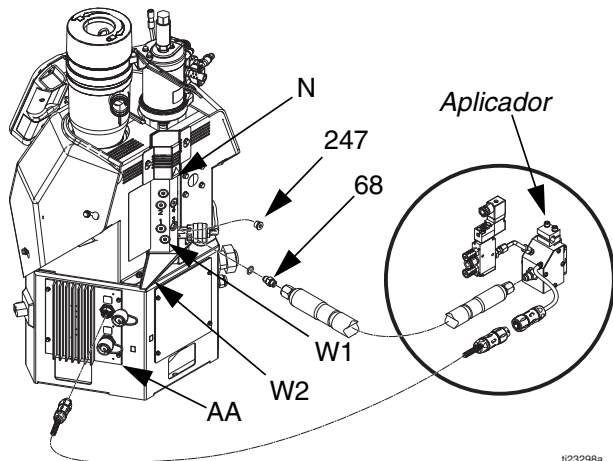

FIG. 11
14. Instale las mangueras térmicas, consulte la FIG. 11:
- Coloque un paño en la bandeja de drenaje (W2) conectada al fundidor. Puede haber quedado aceite residual de la fábrica en el sistema. Consulte FIG. 11.
- Use una llave Allen de 1/4 pulg. para retirar el tapón del puerto de drenaje (W1). Consulte FIG. 11.
- Cuando el fluido deje de drenar, vuelva a colocar el tapón del puerto de drenaje (W1) y luego retire el paño. Consulte FIG. 11.
- Retire el tapón (247) de la salida de menor número en el fundidor. No use el tapón de drenaje (W1). Consulte FIG. 11.
NOTA: En el paso siguiente, el lado de la junta tórica del racor hidráulico (68) apunta hacia el sistema. Consulte FIG. 11.
- Instale el racor hidráulico suministrado (68) con una junta tórica en el puerto abierto y ajuste con una llave o tubo de 11/16 pulg.
- Instale la manguera en el racor hidráulico (68) con el lado macho del conector eléctrico hacia el sistema. Use la llave de 11/16 pulg. para ajustar la manguera en el racor hidráulico (68).
- Ubique el conector del MZLP (AA) marcado con el mismo número que el puerto de salida del fluido de la manguera. Retire la cubierta de ese conector y luego coloque el conector de la manguera calentada. Consulte FIG. 11.
15. Instale el (los) aplicador(es); consulte la FIG. 11:
- Conecte la salida de fluido de la manguera térmica a la entrada de fluido del aplicador. Use una llave de 11/16 pulg. para ajustar. Consulte FIG. 11.
- Para aplicadores Graco*, conecte el conector eléctrico del aplicador al conector eléctrico de la manguera térmica. Consulte FIG. 11.